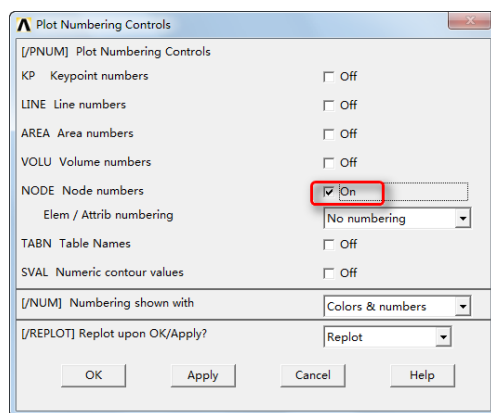

图 13-19 打开节点编号显示控制
⑪打开节点编号显示控制：Utility Menu > PlotCtrls > Numbering，弹出“Plot Numbering Controls”对话框，单击“NODE Node numbers”后面的选项使其显示为“On”，如图 13-19 所示，单击“OK”按钮。